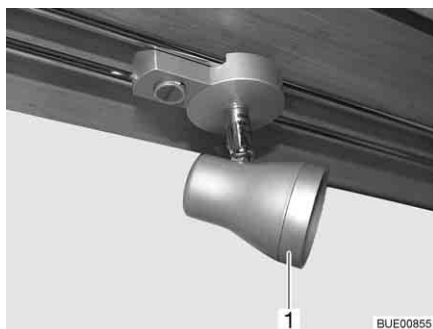

Fig. 301 Faretto alogeno (mobile)
- Ruotare l'anello esterno (Fig. 301,1) in senso antiorario finché non si stacca dall'alloggiamento.